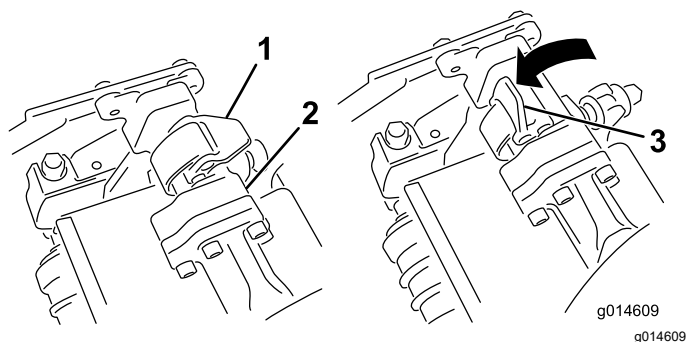
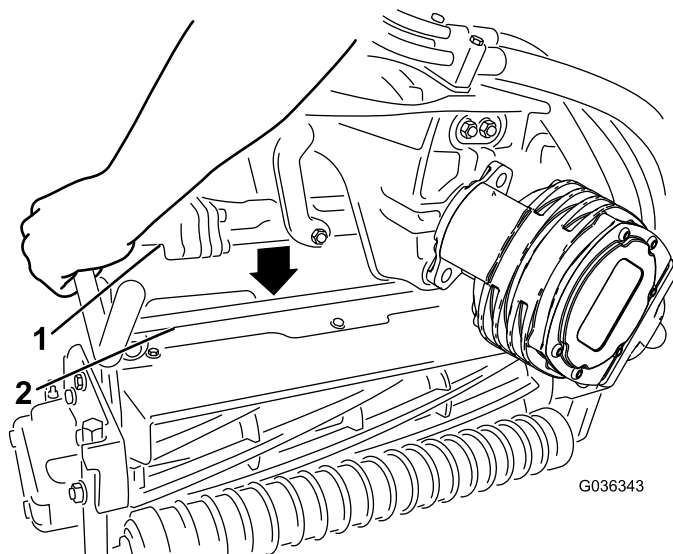

Figura 62
Figura 63
4. Deschizi elementele de fixare de pe bara braului de suspensie (Figura 62) și împingi braul de suspensie în jos, astfel încât bara să se potrivească peste ambele brae de pe unitatea de tăiere și asigurai-vă că elementele de fixare trec pe sub bara transversală a unității de tăiere (Figura 63).
5. Închidei elementele de fixare în jos și în jurul barei unității de tăiere și blocați-le (Figura 62).
6. Deschidei elementele de fixare de pe bara braului de suspensie a unității de tăiere pe care o îndepărtați (Figura 62).